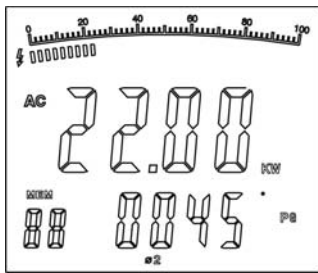

Figura 9
2. Después de grabar la medición de la potencia de corriente de la primera fase, pulse SEL para elegir $\text{Ø}2$. La doble pantalla muestra el valor kW de potencia activa y el valor PG bifásico “, como en la figura 9.